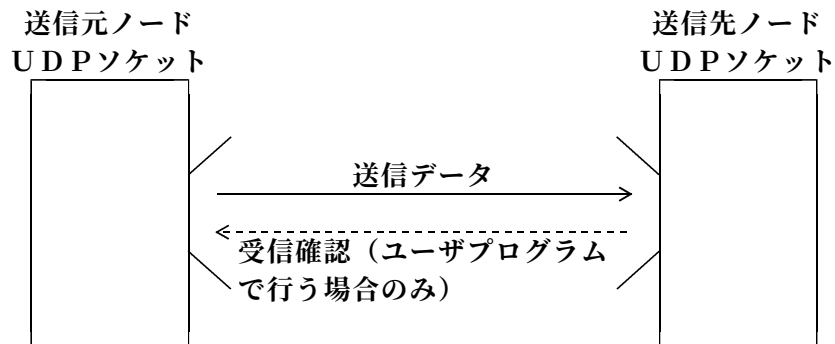

図6. 2 UDPソケット
b) TCPソケットインタフェース (図6. 3、6. 4 参照)